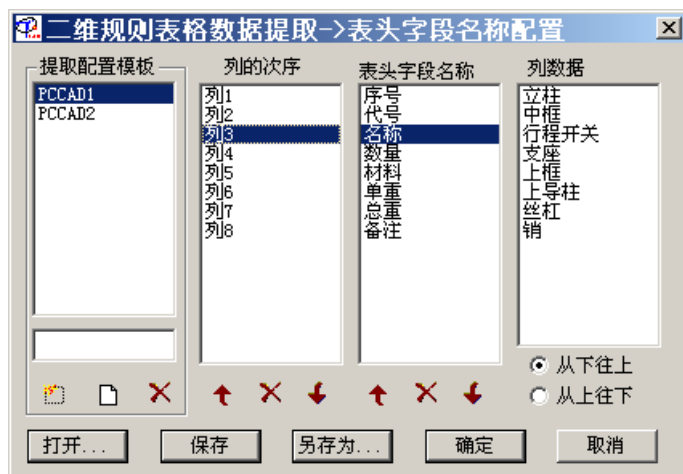

图 6-11
- (5) **通用资源 (Ctrl+R)**: 具体调用方法详见《第 20 章数据集成系统》。
- (6) **工程计算器 (Ctrl+J)**: 具体调用方法详见《第 20 章数据集成系统》。
- (7) **提取图面文字 (Ctrl+G)**: 选取右键菜单的资源操作→提取图面文字，命令行提示：“指定文本所在的包罗区域:”，在本文件内用鼠标框选文本外轮廓，选取完毕，所选文字包含文字间空格，立即被提取到当前属性内容格中。
- (8) **提取表格数据**: 选取“提取表格数据”按钮，命令行提示：“指定文本所在区域的第一角点:”、“另一对角点:”，在本文件内用鼠标框选表格内文本外轮廓，选取完毕，与在标题栏中使用“提取表格数据”不同，出现“二维规则表格数据提取→表头字段名称配置”对话框，通过对列与表头字段的顺序调整等方式进行提取配置，如图 6-11，明细表“序号”、“代号”、“名称”各字段，分别提取“列 1”、“列 3”、“列 4”的数据，“列 2”被删除。调整数据的顺序，请点取右上角的小图标。点取“确定”，被提取的数据从当前行开始进行插入。